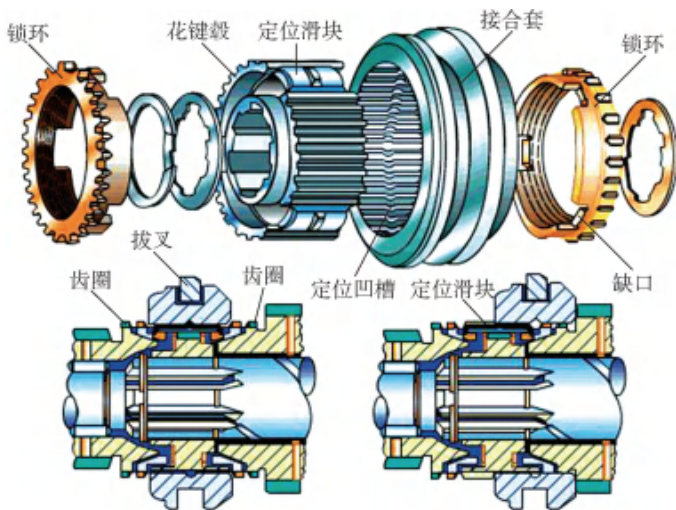

图 2-10 锁环式惯性同步器
①锁环式惯性同步器。锁环式惯性同步器(见图 2-10)结构紧凑、径向尺寸小、锥面间摩擦力矩小,常用在所传递力矩不大的乘用车和轻型货车的手动变速器中。